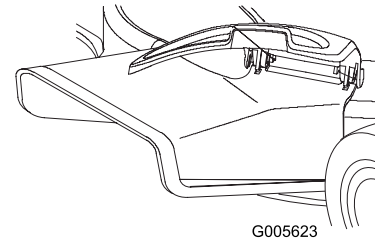

Bild 27
2. Die Abdeckung der Seitenöffnung hochziehen (Bild 27).
3. Den Auswurfkanal so über die Öffnung schieben, daß die Schlitz im Kanal auf die Zungen unter der Abdeckung ausgerichtet sind (Bild 27).